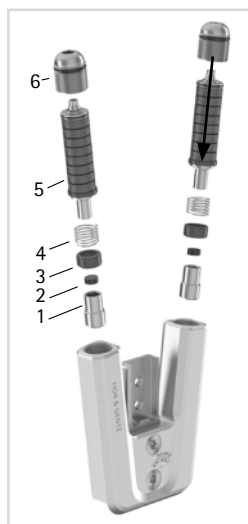
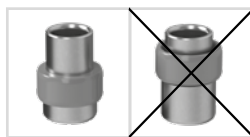
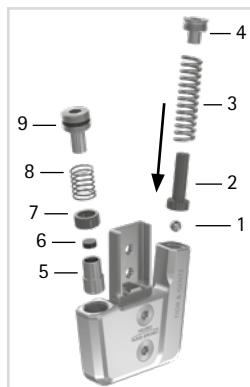

Fig. 18
Fig. 19
Fig. 20
- 1 Monte el amortiguador de tope/amortiguador de junta tórica (2) y el casquillo de deslizamiento (3) con el émbolo (1) (fig. 18). Tenga en cuenta la posición correcta del casquillo de deslizamiento en el émbolo (fig. 19).
- 2 Coloque el muelle helicoidal (4) encima.
- 3 Inserte el émbolo (1) con los componentes de sistema montados (2, 3, 4) en el canal para el muelle.
- 4 Coloque la unidad de tornillo (6) en la unidad de muelle (5).
- 5 Atornille el grupo de componentes para la dorsiflexión en el canal para el muelle anterior hasta que la alineación deseada de la ortesis sea alcanzada. La junta tórica ya no debe quedar visible. El muelle helicoidal (4) debe ser comprimido completamente.
- 6 Atornille el grupo de componentes para la flexión plantar en el canal para el muelle posterior hasta que toque el estribo de sistema. La junta tórica ya no debe quedar visible. El muelle helicoidal (4) debe ser comprimido completamente. A continuación, notará un ligero aumento de la resistencia a la torsión. No precargue las unidades de muelle (5).
- 1 Coloque la bola (1) en el perno (2; fig. 20).
- 3 Coloque el muelle helicoidal (3) en el canal para el muelle.
- 4 Atornille firmemente el tornillo de presión (4). De esta manera se fija el grupo de componentes en la cubierta.
- 1 Monte el amortiguador de tope/amortiguador de junta tórica (6) y el casquillo de deslizamiento (7) con el émbolo (5) (fig. 20). Tenga en cuenta la posición correcta del casquillo de deslizamiento en el émbolo (fig. 19).
- 2 Coloque el muelle helicoidal (8) encima.
- 3 Inserte el émbolo (5) con los componentes de sistema montados (6, 7, 8) en el canal para el muelle.
- 4 Atornille el tornillo de ajuste de alineación (9; fig. 20) en el canal para el muelle (fig. 21). El muelle helicoidal debe ser comprimido completamente en la dorsiflexión deseada.